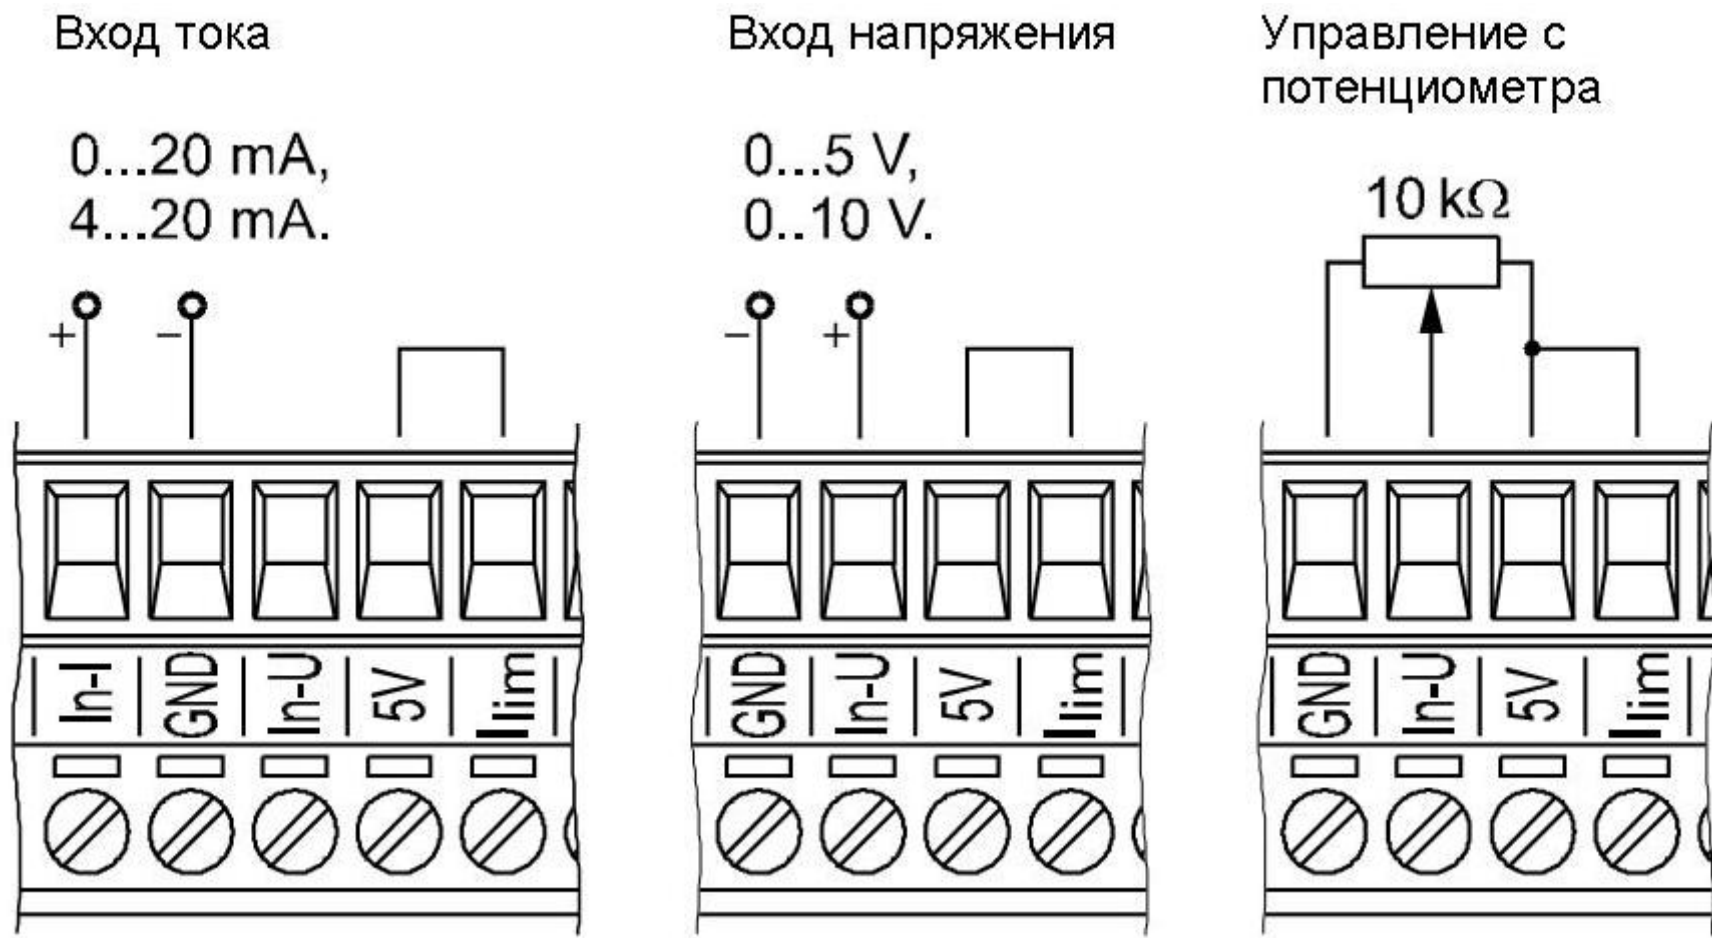

Рис.5. Подключение управляющих сигналов
В случае использования потенциометра для ограничения тока нагрузки необходимо на передней панели регулятора мощности RP1 замкнуть накоротко клеммы **5V** и **Limit**, см.рис.5.
- g) установить значение начального угла отсечки*** согласно п.6.6. Увеличить входной управляющий сигнал до достижения значения тока I_r , необходимого для запуска двигателя, затем постепенно уменьшать показания потенциометра “ α_{max} ” вплоть до его отключения, см.рис.5. В данном случае диапазон управления будет от заданного значения тока I_r до номинального значения тока нагрузки I_n ;